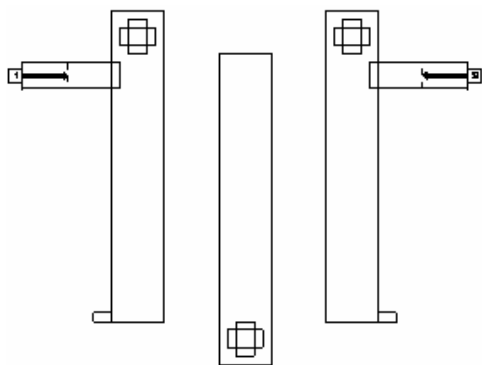

Рис. 4.28
25. Не отпуская кнопки мышки, передвиньте курсор влево, пока значение **dx** будет **dx:-1**. Отпустите кнопку мышки, чтобы зафиксировать площадку. Законченная топология показана на рис. 4.28.